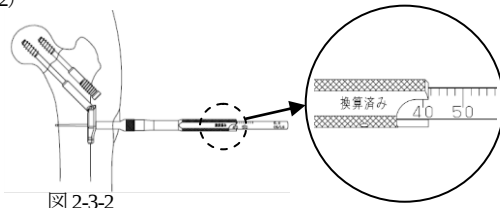

図 2-3-2
- 2) 5.0CS/LS デプスゲージにて深さを測定します。測定値はスクリュー先端が内側皮質から 2mm 突出されるよう換算されています。(図 2-3-2)